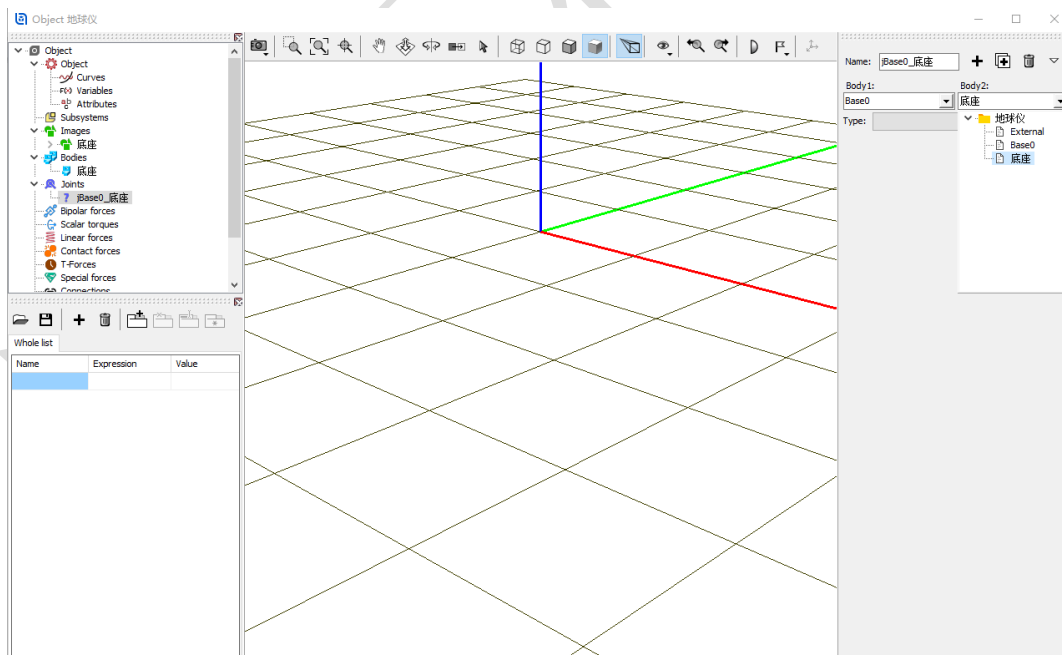

图 2-14
8) 然后从 **Body1** 下拉菜单选择 **Base0**，从 **Body2** 下拉菜单选择**底座**，系统会自动将该铰重命名为 **jBase0_底座**，如图 2-14。